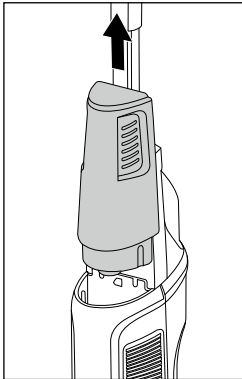

Abb. 6
- ◆ Fassen Sie den Frischwasserbehälter **11** an den seitlichen Greifrillen und ziehen Sie diesen nach oben aus dem Gerät (siehe Abb. 6).